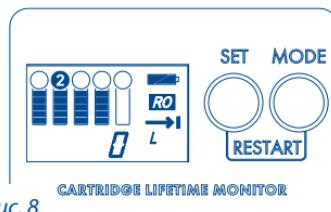

Рис. 8
- a. Последовательным нажатием кнопки SET выберите ступень, ресурс которой хотите изменить. Нажатием кнопки MODE выберите режим отображения ресурса ступени в L (Рис. 8).